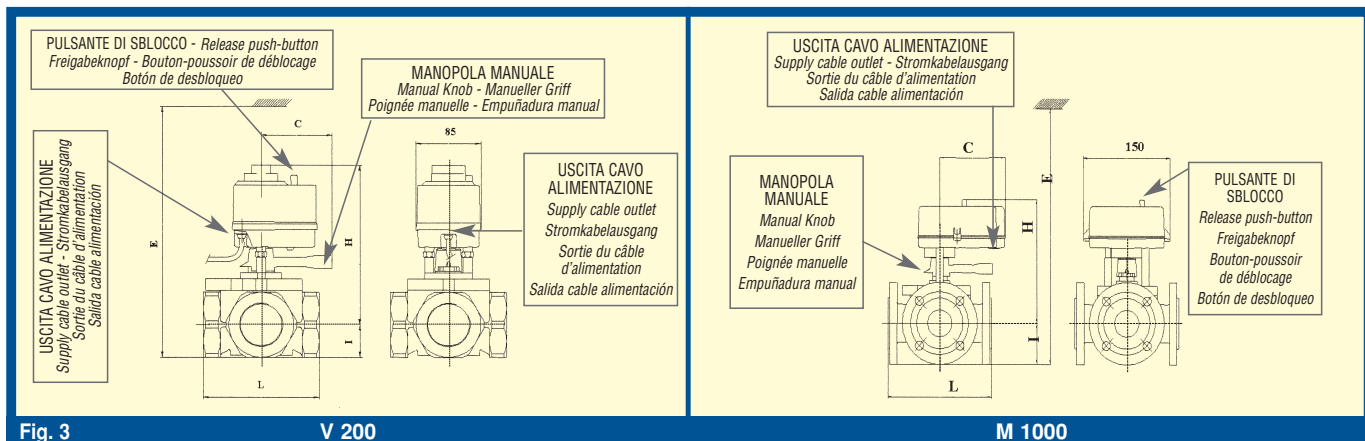

Fig. 3 V 200 M 1000
- per la versione ON/OFF, basta premere il pulsante di sblocco posto sopra il servomotore (vedi Fig. 3).
- For the ON/OFF version:** just press the release push-button placed above the servomotor (see Fig. 3).
BETRIEB UND MANUELLE STEUERUNG Alle elektrischen Servosteuerungen gestatten eine Einstellung vom Typ ON/OFF (mit elektrischer SPDT-Steuerung) oder eine modulierende Einstellung (Einstellung vom Typ P mit Schrittmotoren). Der max. Winkelhub liegt bei 90° (feste Standardeinstellung der Mikroendschalter). Bei der manuellen Einstellung wird die Position des Schiebers vom Zeiger des Adapters auf der Höhe des Skalenetiketts am Ventilgehäuse gesteuert. Diese Einstellung wird folgendermaßen durchgeführt: **Bei der ON/OFF-Version** genügt es, den Freigabeknopf oben am Servomotor zu drücken (siehe Abb. 3).
FONCTIONNEMENT ET COMMANDE MANUELLE Toutes les servocommandes électriques permettent d'obtenir un réglage de type TOUT-RIEN (ON-OFF), (avec commande électrique SPDT) ou modulante (réglage de type P avec moteur pas à pas). La course angulaire max. équivaut à 90° (réglage fixe standard des minirupteurs de fin de course). En cas de réglage manuel, la position de l'obturateur est contrôlée au moyen de l'indice de l'adaptateur en correspondance de l'étiquette graduée placée sur le corps de la vanne. ce réglage est effectué de la façon suivante: **Pour la version TOUT-RIEN (ON-OFF)**, il suffit d'appuyer sur le bouton-poussoir de déblocage placé sur le servomoteur (Voir Fig. 3).
FUNCIÓNAMIENTO Y MANDO MANUAL Todos los servocomandos eléctricos permiten obtener una regulación de tipo ON/OFF (con control eléctrico SPDT) o modulante (regulación de tipo P con motores paso a paso). El recorrido angular máximo es de 90° C (calibrado fijo estándar de los micros de final de carrera). En la regulación manual, la posición del obturador se controla mediante el índice del adaptador en correspondencia con la etiqueta graduada situada en el cuerpo de la válvula. Dicha regulación se efectúa de la siguiente manera: **para la versión ON/OFF**, pulsar el botón de desbloqueo situado en el servomotor (ver Fig. 3).